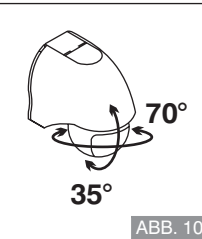

ABB. 10
- Justieren Sie den Bewegungsmelder so, dass der gewünschte Bereich erfasst wird (ABB. 10). Um den Erfassungsbereich zu verringern, richten Sie den Sensor nach unten, um den Erfassungsbereich zu erweitern, richten Sie den Sensor nach oben.